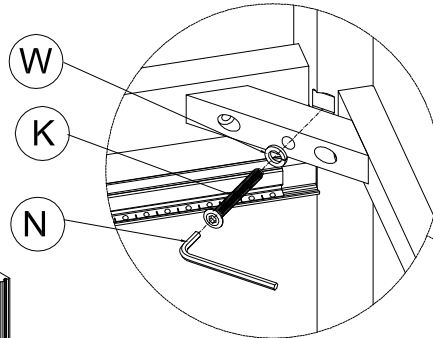

FIG 2.1
- Placer les jambes dans sa position appropriée comme indiqué sur la figure 2.1.